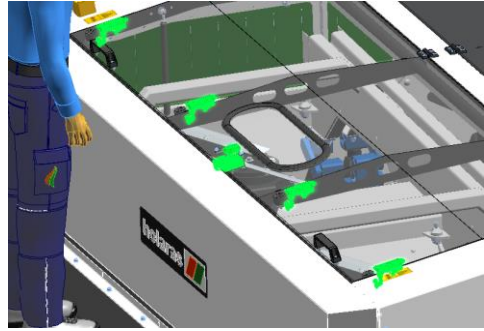

Figure 3. Fermetures à verrou et à pression
4. Positionnez les verrous de manière à ce que la clé tourne facilement. Ajustez également les fermetures à pression afin qu'elles puissent être fermées avec une force minimale (figure 3).